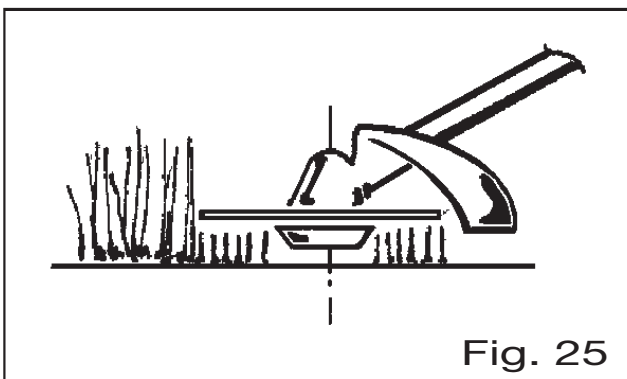

Fig. 25
- Quand l'organe de coupe est arrêté, bien visible et toujours sous votre contrôle, rejoignez votre lieu de travail, en maintenant cet organe sous le niveau de la taille, loin de votre corps, et assurez-vous qu'il n'y a personne dans un rayon de 15 mètres (Fig. 25).